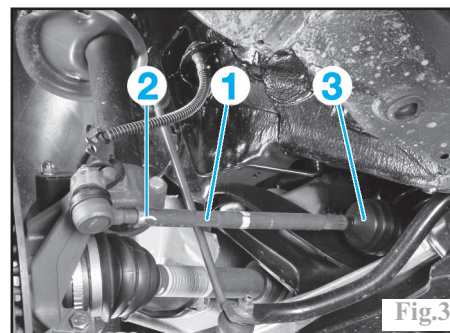

Fig.3
Le parallélisme se règle par l'allongement ou le raccourcissement symétrique de la longueur du filetage apparent des biellettes de direction, en les tournant de chaque côté par leur empreinte hexagonale (1), après avoir desserré le contre-écrou (2) de la rotule de direction (Fig.3).